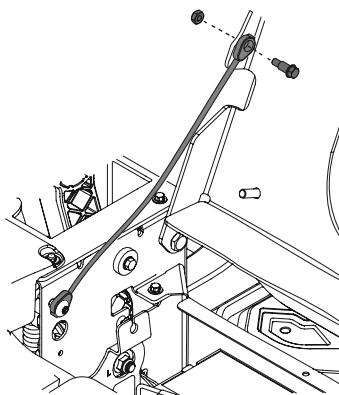

Figure 18
3. Installez l'extrémité détachée du câble d'attache du siège sur l'assise du siège avec le matériel préalablement retiré. Voir Figure 18.